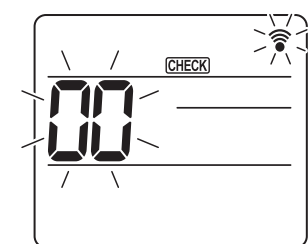
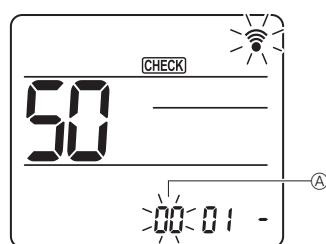
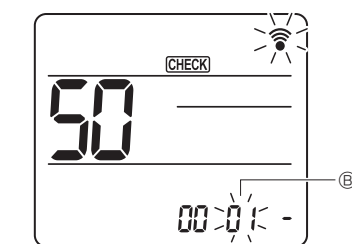
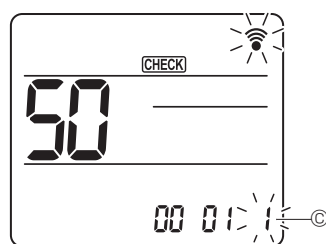

Fig. 7-16
Fig. 7-17
Fig. 7-18
Fig. 7-19
7.4.2. С помощью беспроводного пульта дистанционного управления (Fig. 7-16, Fig. 7-17, Fig. 7-18, Fig. 7-19)
- ① Переход в режим выбора функции
Загорится [CHECK] (ПРОВЕРКА), будет мигать “00”. (Fig. 7-16)
Для установки номера блока пользуйтесь кнопками [UP] [A]. (Fig. 7-17)
Для установки номера режима пользуйтесь кнопками [DOWN] [B]. (Fig. 7-18)
Для смены номера настройки пользуйтесь кнопками [DOWN] [C]. (Fig. 7-19)